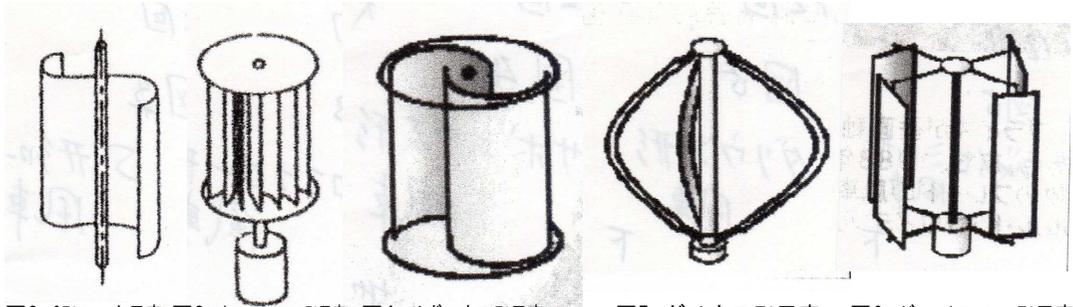

図2 S形ロータ風車 図3 クロスフロー形風車 図4 サボニウス形風車 図5 ダリウス形風車 図6 ジャイロミル形風車
ここでは通例に従って、翼(羽根)の形状による分類を中心にまとめてみると、プロペラ形の風力発電用の風車は(① AHXa I)となる。多翼形はアメリカの西部開拓時代に見られる灌漑や油井用の風車で、(② ALXa II)である(写真5)。オランダ形風車は揚水や灌漑に使われる(③ ALXa II)。セイルウィング形は製粉に用いられた地中海地方の帆の羽根を持つ風車(④ AMXa II)である(写真6)。パドル形は風杯型風速計(⑤ BHYb III)である。S形は簡便に風力が測定できる(⑥ BLYb III)(図2)。クロスフロー形と呼ばれる風車は古代から揚水や製粉に使われた回転ドア形の翼を持つもので、ペルシア風車とも言われている(⑦ BLYb II)(図3)。サボニウス形は考案者のフィンランド人名で、羽根は中心軸を越えている(⑧ BLYb I)(図4)。ダリウス形はフランス人の発明者の名で呼ばれ、羽根が縄跳びのカーブに似ており、重い発電機は下部に設置する(⑨ BHXb I)(図5)。ジャイロミル形は羽根の断面は翼形をしており、風向に対して自動的に最適な迎え角になるよう調整できる(⑩ BHXb I)(図6)。